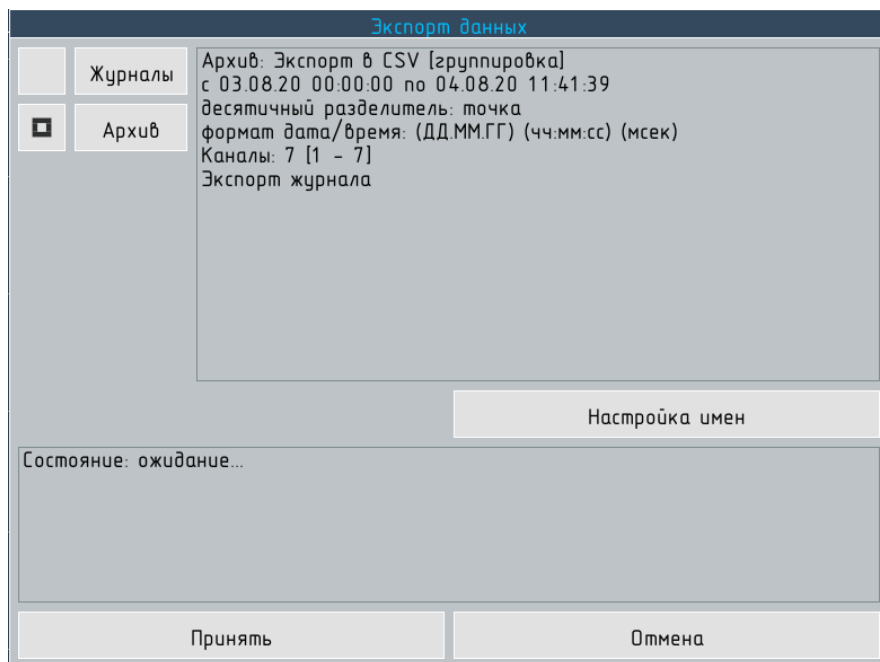

Рисунок 4.31 – Диалог копирования данных архива и журнала на съёмный носитель
Для вызова диалога копирования данных на съёмный носитель (см. рисунок 4.31) следует нажать кнопку  на панели задач.
- 3) выберите тип данных для копирования – установите флаги **"Архив"** и **"Журнал"** в диалоговом окне **"Экспорт данных"** см. рисунок 4.31. Программа прибора допускает одновременную установку обоих флагов, но в этом случае период записи и формат придётся устанавливать для каждого из типов данных отдельно. В случае, если необходимо скопировать архив и журнал прибора для общего интервала времени, рекомендуется установить флаг только для архива, а копирование журнала вызвать из диалога **"Копирование архива"** см. 4.6.3.
- 6) после завершения работы с окном **"Копирование архива"** (журнала) внимательно прочитайте описание данных, которые будут скопированы и в поле диалога **"Экспорт данных"** (см. рисунок 4.31).